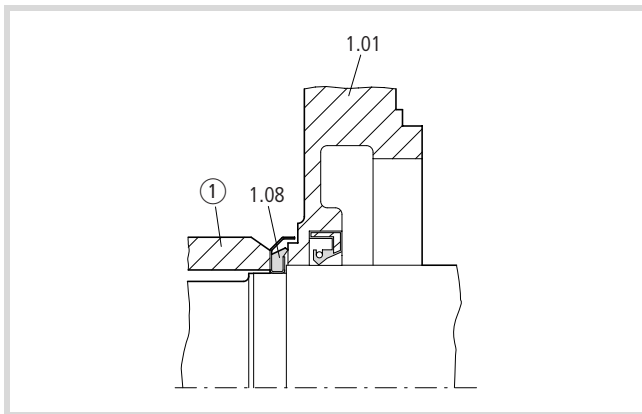

Figure 29 : Insertion des joints d'arbre axiaux
- ▶ Insérez les joints d'arbre axiaux AV (1.08) ou AR (2.06) à l'aide d'un manchon adapté ① (→ fig. 29).
- Selon l'exécution, insérez les bagues d'étanchéité axiales présentes à l'aide d'un manchon (→ fig. 29).